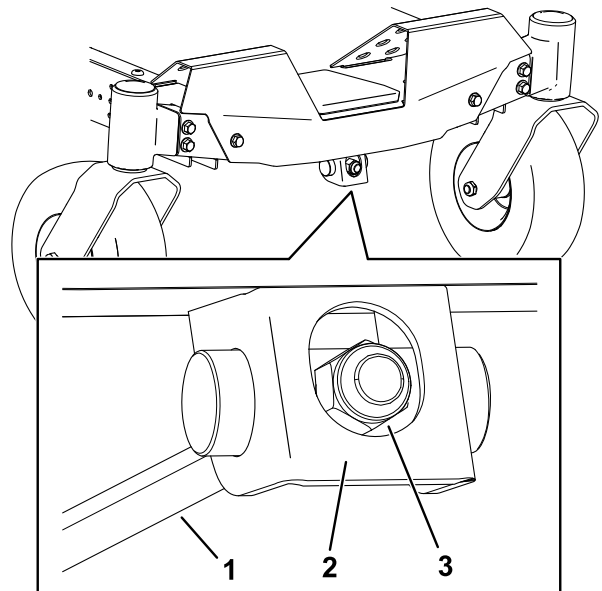

Figure 64
1. Tournez l'écrou de réglage à l'avant du tablier de coupe (**Figure 64**).
4. Une fois le réglage effectué, vérifiez à nouveau l'inclinaison avant/arrière des lames; continuez d'ajuster l'écrou jusqu'à ce que la pointe avant de la lame soit de 1,6 à 8 mm (1/16 à 5/16 po) plus bas de la pointe arrière (Figure 64).